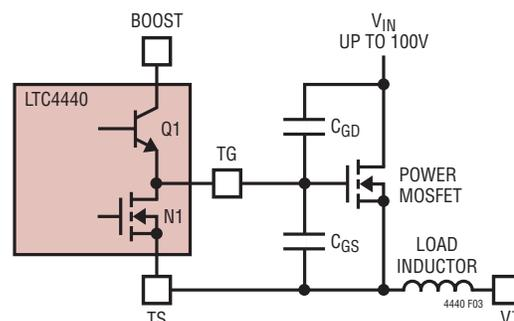

図3: スイッチング時のTGから見た容量
LTC4440の出力段の簡易化したものを図3に示します。プルダウン・デバイスはNチャネルMOSFET (N1)、プルアップ・デバイスはNPNバイポーラ接合トランジスタ (Q1) です。出力は、低い方のレール (TS) から正電源レール (BOOST) のNPN V_{BE} ($\sim 0.7V$) まで振幅します。 $R_{DS(ON)}$ がゲート・オーバードライブ電圧 ($V_{GS} - V_{TH}$) に反比例する外付けパワーMOSFETをドライブする際には、この電圧振幅が大きいことが重要になります。